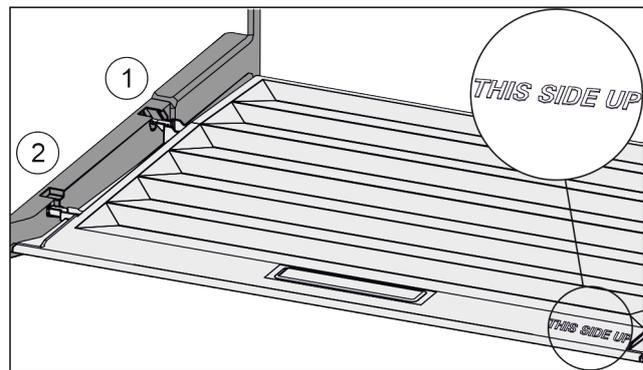

Fig. 47
- Inserire le nervature del coperchio attraverso l'apertura del supporto posteriore Fig. 47 (1) e innestare anteriormente nel supporto Fig. 47 (2).